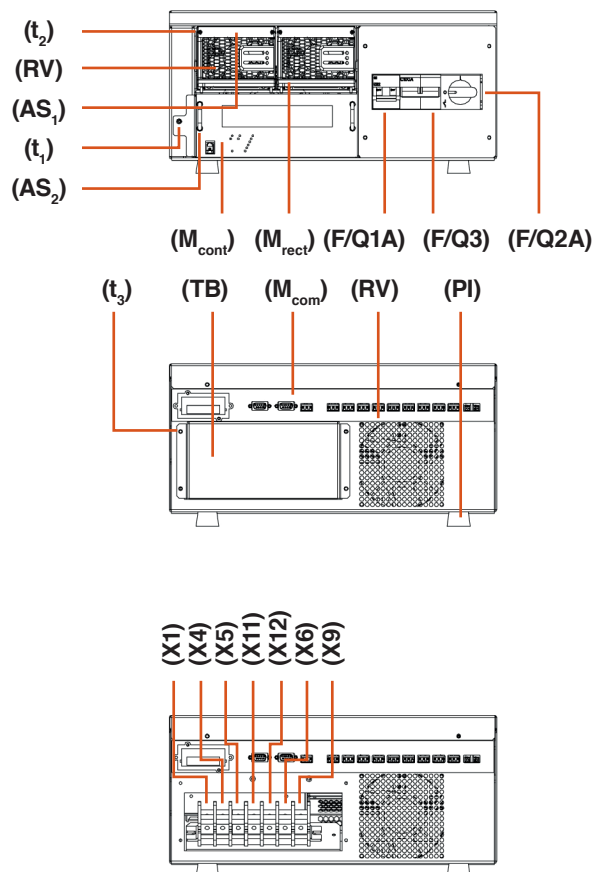

Fig. 3. Vista caixa de mesa.
- Sistema em caixa para mesa que incorpora elementos separadores na base (pés) (Ver Fig. 3).